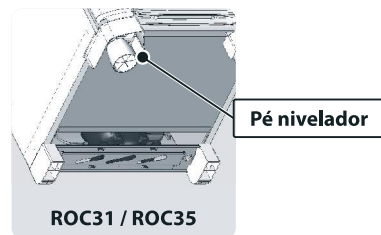

Fig. 2
► Utilize os pés reguláveis na dianteira para compensar irregularidades e pequenas diferenças no piso e garantir um melhor nivelamento do produto (Fig.2).